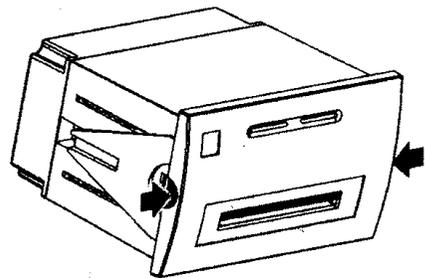
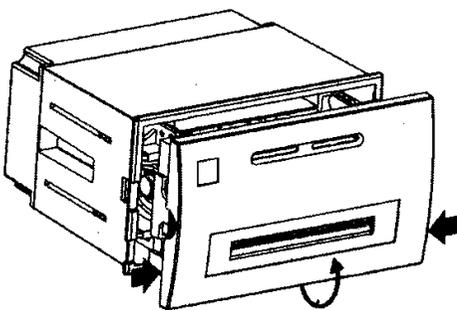
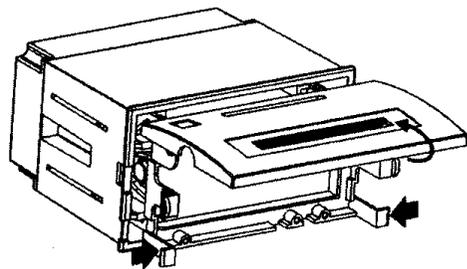

图 1-4
图 1-5
图 1-6
①拉出盖、机头架及纸仓，如图 1-4；按住机头架下方固定挂钩并翻开机盖，如图 1-5；打开后形状（会看到打印头），如图 1-6；